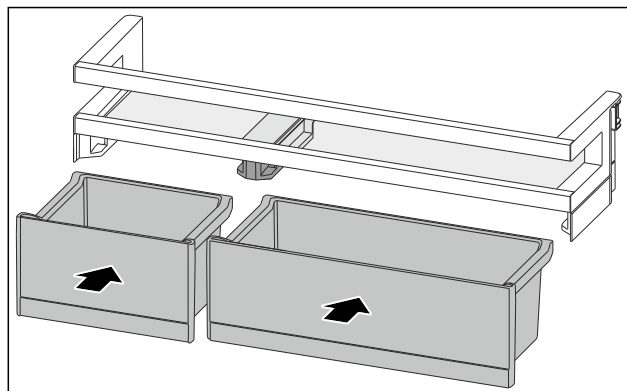

Fig. 148
- Inserire i VarioBox in posizione scambiata. (vedere Fig. 148)